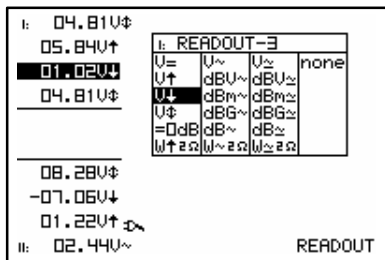

Fig 25
6. Premere i tasti freccia per evidenziare la funzione desiderata per il readout meter3. (Fig. 25)
6. Druk op de pijltoetsen voor het kiezen van de uitlezingfunctie van meter 3. (fig 25)
6. A l'aide des touches curseur choisissez la fonction désirée pour l'appareil numéro 3. (fig 25)